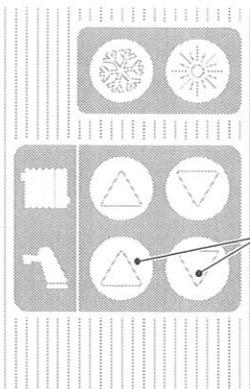
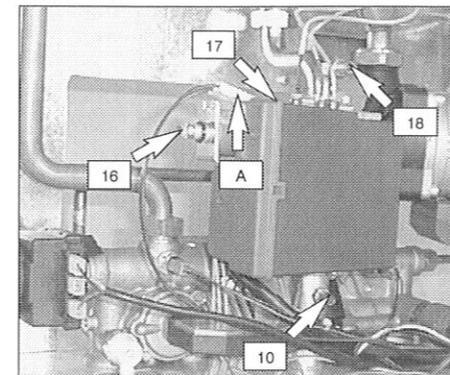
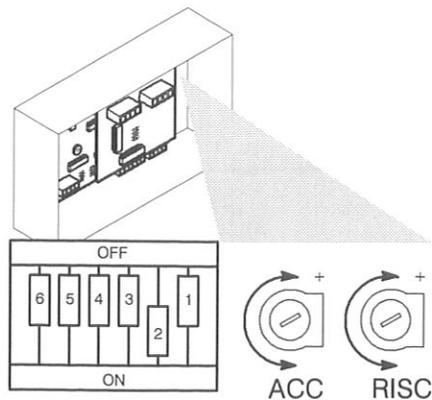

fig. 5.1
fig. 5.2
fig. 5.4
Dopo ogni misurazione delle pressioni gas, **richiudere bene** le prese di pressione utilizzate (10 e 18 in fig. 5.2), inoltre dopo ogni operazione di regolazione gas **gli organi di regolazione della valvola devono essere sigillati**.
- 1 A caldaia spenta (fuori servizio), controllare con un manometro la pressione di alimentazione utilizzando la presa pressione ingresso valvola gas (10 in fig. 5.2) e confrontare il valore letto con quelli riportati nella tabella **Pressioni di alimentazione gas** a pag. 4, 5
- 2 **Richiudere bene la presa di pressione (10)**
- 3 Posizionare la regolazione di temperatura sanitaria al massimo agendo sul tasto  $\Delta$  (49 in fig. 5.1) del telecomando.
- 4 Sconnettere il filo di alimentazione (A) dell'operatore modulante (16) della valvola gas (17) fa-
cendo attenzione che non vada a toccare le parti metalliche della caldaia (fig. 5.2).
- 5 Prelevare un'abbondante quantità d'acqua calda sanitaria e confrontare quindi la minima portata di gas al contatore con i dati di tab. 5.1 e tab. 5.2. Per controllare il relativo valore di pressione utilizzare la presa pressione uscita valvola gas (18 in fig. 5.2) e confrontare quest'ultimo valore con la stessa tabella. Per tarare la pressione al bruciatore agire sul dado in ottono dell'operatore modulante (16 in fig. 5.2).
- 6 Ricollegare il filo di alimentazione "A" dell'operatore modulante (fig. 5.2).
- 7 Confrontare la massima portata di gas al contatore con i dati di tab. 5.3 e tab. 5.4. Per controllare il valore di pressione utilizzare la presa pressione uscita valvola gas (18 in fig. 5.2) e confrontare quest'ultimo valore con la stessa tabella. Per tarare la pressione al bruciatore agire sul dado in plastica tenendo fermo il dado in ottono dell'operatore modulante (16 in fig. 5.2).
- 9 **Richiudere la presa di pressione (18 in fig. 5.2).**
- 1 Aprire la presa di pressione in uscita alla valvola gas (18 in fig. 5.2) e collegare un manometro.
- 3 Verificare che l'accensione del bruciatore avvenga in modo uniforme ed eventualmente tarare il livello dell'accensione. Per tarare l'accensione spostare il micro selettore "6" (fig. 5.4) in posizione ON ed agire sul potenziometro "ACC" con un cacciavite appropriato fino a ottenere un'accensione corretta (consultare la tab. 5.5). Ad operazione termi-
- 1 Agire con un cacciavite appropriato sul potenziometro di regolazione "RISC" (fig. 5.4). Ruotando il potenziometro in senso antiorario si diminuisce la corrente massima di alimentazione del modulatore gas (16 in fig. 5.2), e di conseguenza, la pressione del gas al bruciatore.